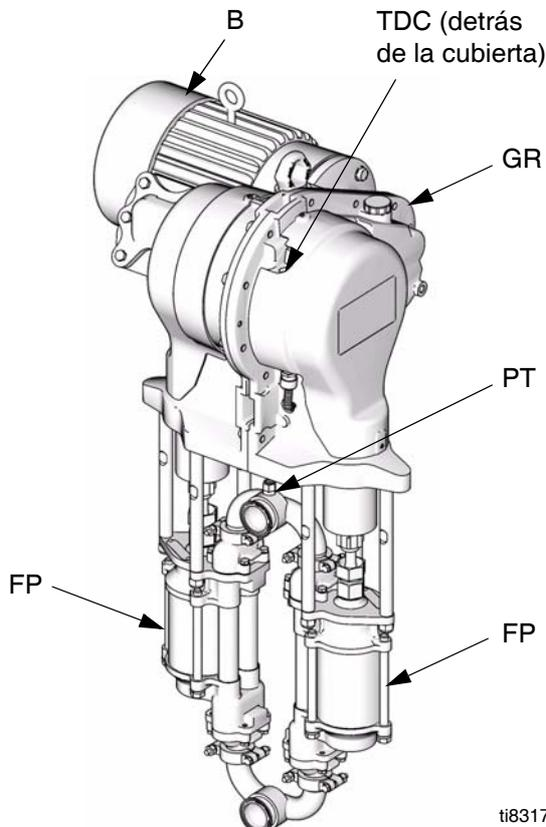

FIG. 1. Bomba de circulación eléctrica E-Flo
Un motor eléctrico (B) proporciona una entrada con un reductor de engranaje 75:1 (GR), que acciona dos bombas de fluido (FP). Vea la FIG. 1. Las posiciones de carrera de las dos bombas están desplazadas para lograr un flujo consistente del conjunto de la bomba. Vea la FIG. 2.